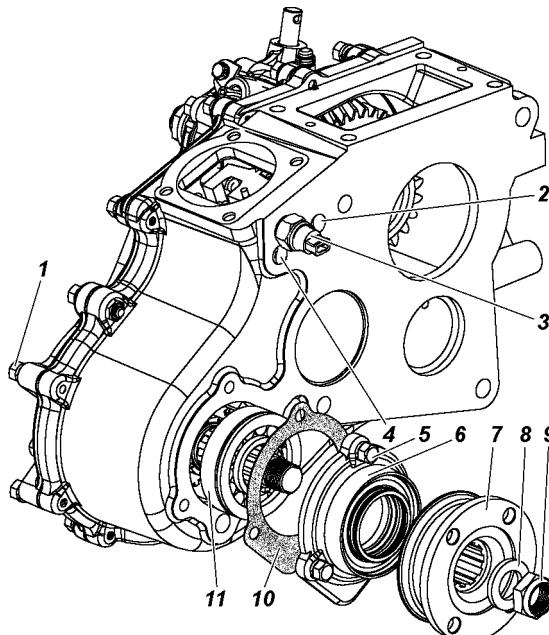

Рис. 7.3. Разборка раздаточной коробки:
7. Отверните датчик 3 (рис. 7.3) включения переднего моста. Удерживая фланец 7 вала привода переднего моста при помощи специального инструмента, отверните гайку 9, снимите упорную шайбу 8 и фланец.